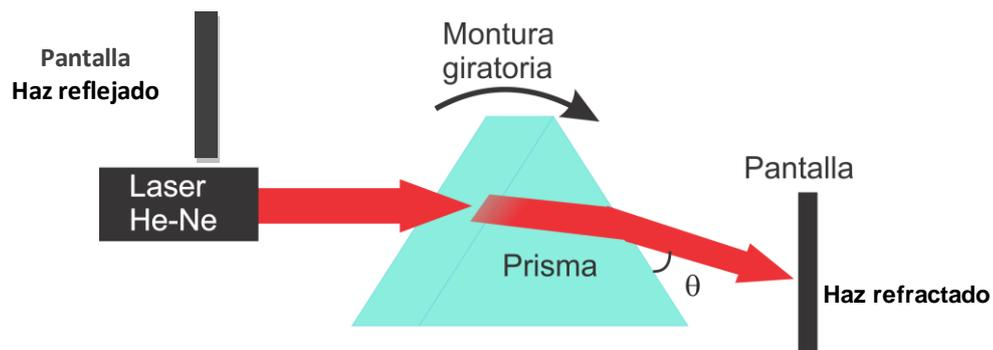

Figura 7. Arreglo experimental refracción de la luz.
1. Realizar el arreglo de la figura 7 siguiendo las indicaciones del profesor.